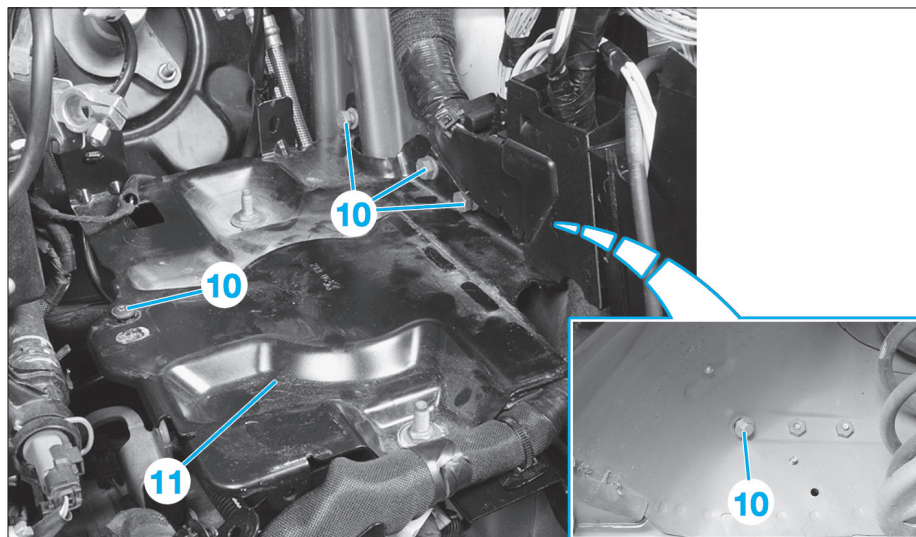
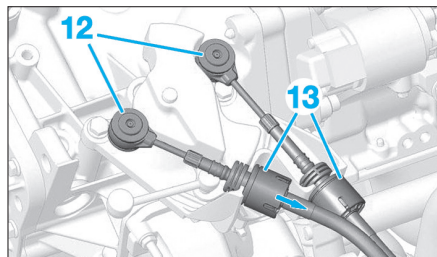

Fig. 11
Fig. 12
- la vis située derrière dans le passage de roue (10) (Fig.11),
- le support batterie (11) .
- Désaccoupler les rotules (12) (Fig.12).
- Pousser vers le bas pour déverrouiller les attaches de maintien des câbles (13).